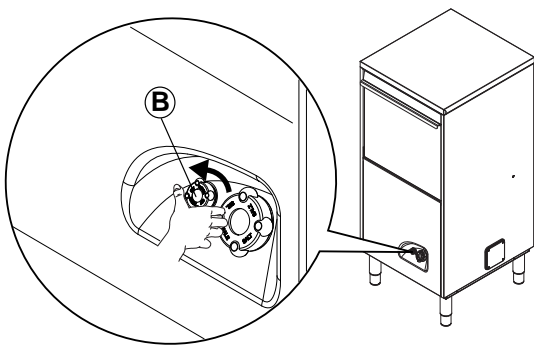

Figura 25
Nei modelli con addolcitore continuo incorporato il contenitore del brillantante è presente nel pannello frontale dell'apparecchiatura (Figura 25).
- Svitare il tappo del serbatoio "B" (Figura 25) ruotandolo in senso antiorario.